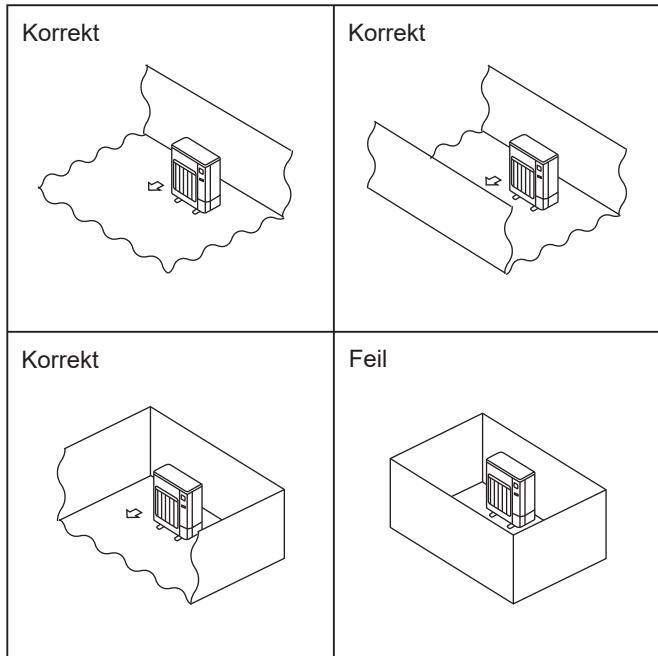

Fig. 2-2
- ◎ Monter utendørsenheten på et sted der minst én av fire sider er åpne, og i et tilstrekkelig stort område uten fordypninger. (Fig. 2-2)